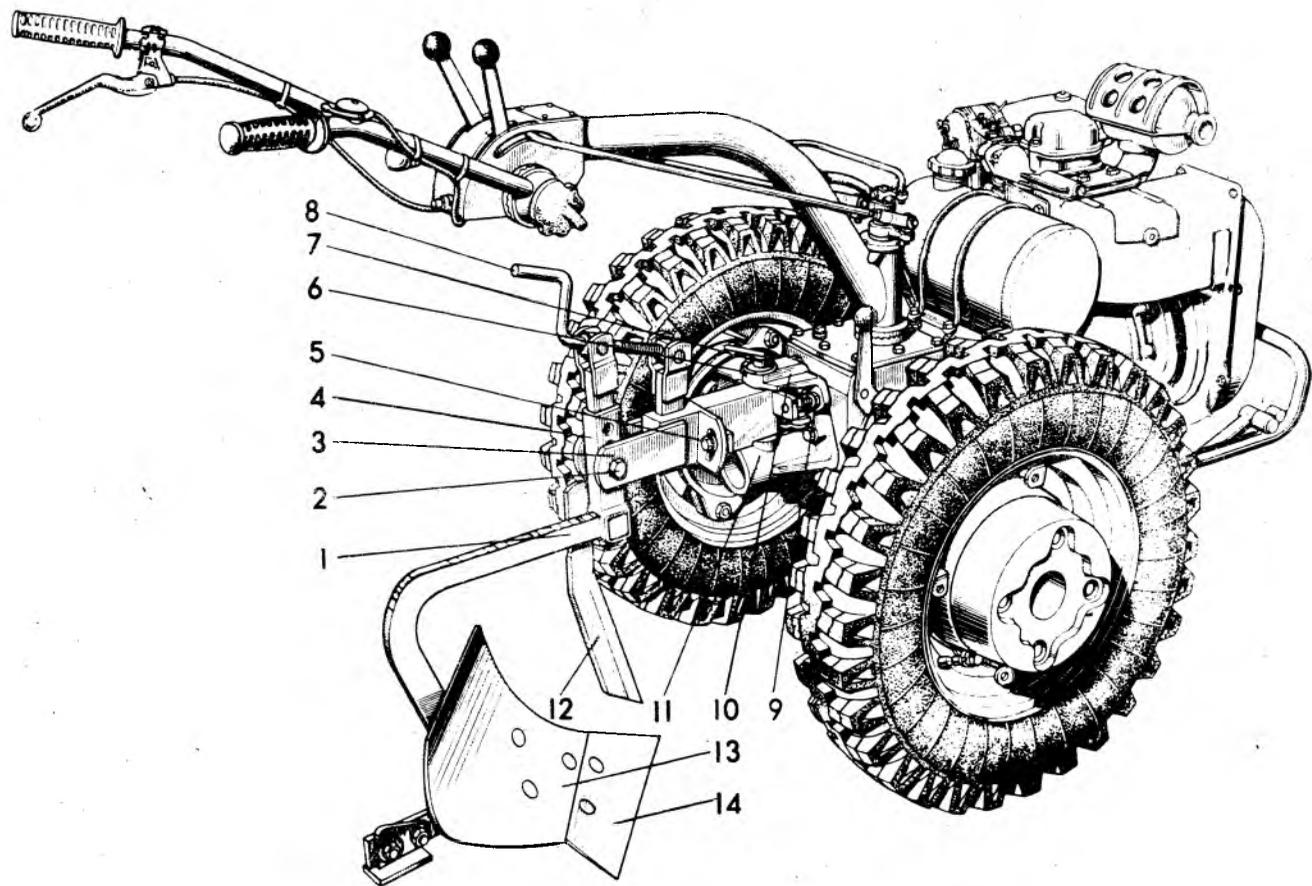
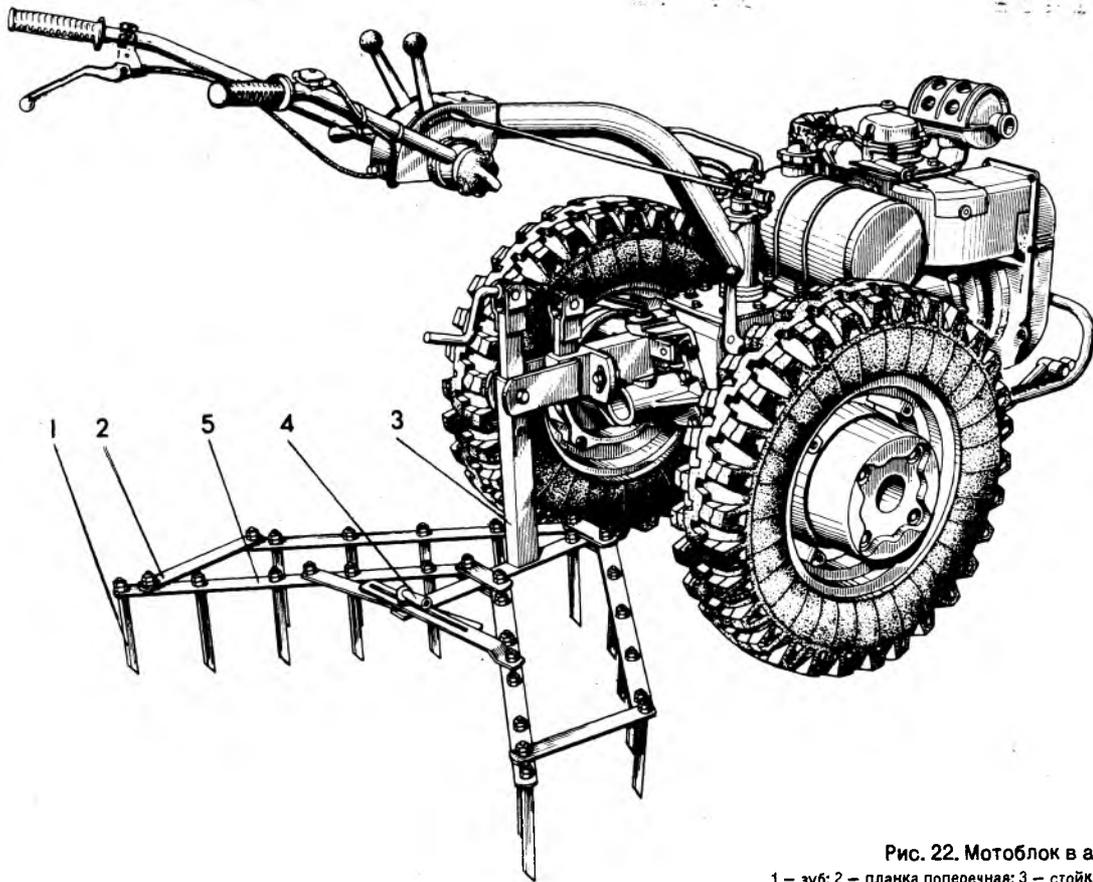
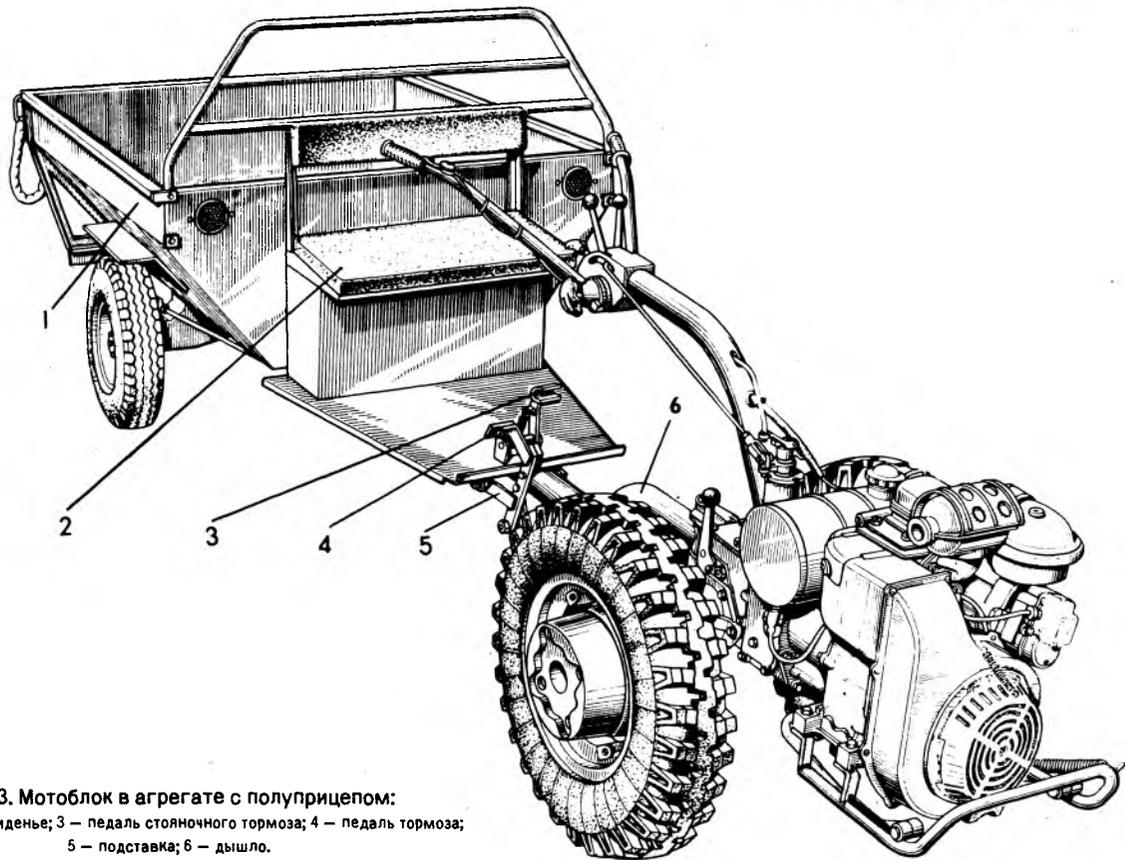

Рис. 19. Мотоблок в агрегате с плугом:
Рис. 22. Мотоблок в агрегате с бороной:
Рис. 23. Мотоблок в агрегате с полуприцепом:
Для подготовки мотоблока с плугом к работе (рис. 19) выполните следующие операции:
7.2.1. Установите универсальную сцепку 3 (рис. 19) на плуге в рабочее положение и закрепите болтом 2. Вращая рукоятку 8, установите подвижные части сцепки в одну линию с неподвижными, а с помощью шкворня 7 присоедините плуг со сцепкой к прицепной скобе 10 и зафиксируйте шкворень чекой 6.
7.4.6. Если при работе мотоблок уводит вправо, проверьте крепление подпятников. Если они на месте, то болтом 5 сектора (рис. 19) приподнимите на 1–2 см правый окучник, зажмите болт и проверьте в работе.
Соединение бороны с мотоблоком показано на рис. 22.
Рукояткой 8 сцепки (рис. 19) отрегулируйте положение бороны так, чтобы ее зубья в рабочем положении были равномерно заглублены. Ширину захвата бороны устанавливайте рукояткой 4 (рис. 22).
Присоедините дышло 6 (рис. 23) при помощи шкворня 7 (рис. 19) к прицепной скобе мотоблока, шкворень зафиксируйте чекой 6. Подставку 5 (рис. 23) полуприцепа поднимите и закрепите в горизонтальном положении с помощью пальца.